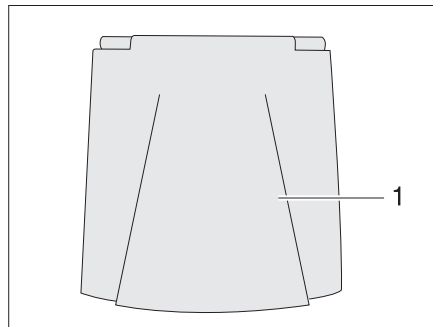

Fig. 36 Clapet de fermeture du bec de remplissage du carburant
- Ouvrir le clapet de fermeture (Fig. 36,1).
- Insérer la clé dans le barillet (Fig. 36,2) et la tourner dans le sens inverse des aiguilles d'une montre.